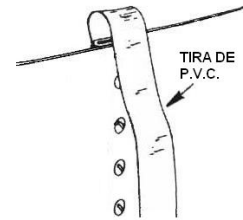

fig. 17
- f) Cubra los extremos del empalme y la junta del armazón (por el interior de la piscina) además de los tornillos, con la faja de PVC para proteger el liner de la fricción con estos objetos que suelen ser la causa principal de las roturas en los liner (fig. 17). Esta faja debe de estar firmemente pegada en esta área, si es preciso, utilice cinta americana o similar para sujetarla a la pared.